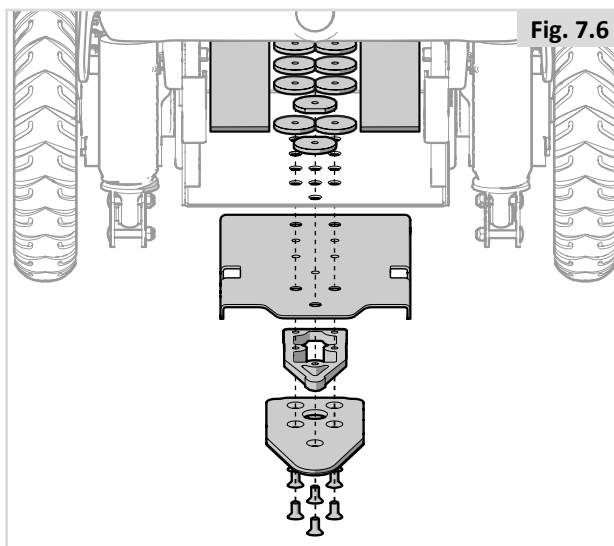

Fig. 7.6
1. Montare il distanziatore da 8 mm sulla piastra di blocco (Fig. 7.6).